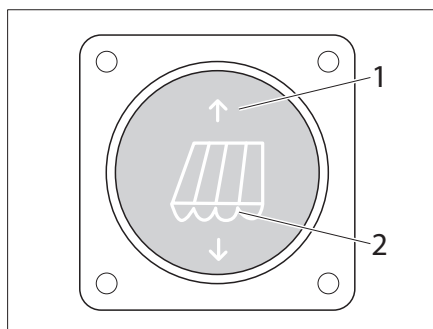
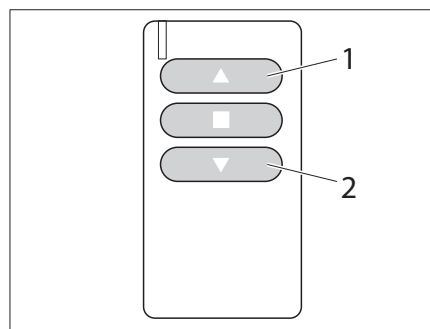

Fig. 37 Interruttore per tenda, elettrico
Fig. 38 Telecomando per tenda, elettrico
La tenda è disponibile anche in una versione con azionamento elettrico. Il comando avviene mediante l'interruttore (Fig. 37) oppure un telecomando (Fig. 38).
- Premere il tasto (Fig. 37/1) oppure il tasto (Fig. 38/1). La tenda si chiude.
- Premere il tasto (Fig. 37/2) oppure il tasto (Fig. 38/2). La tenda si apre.